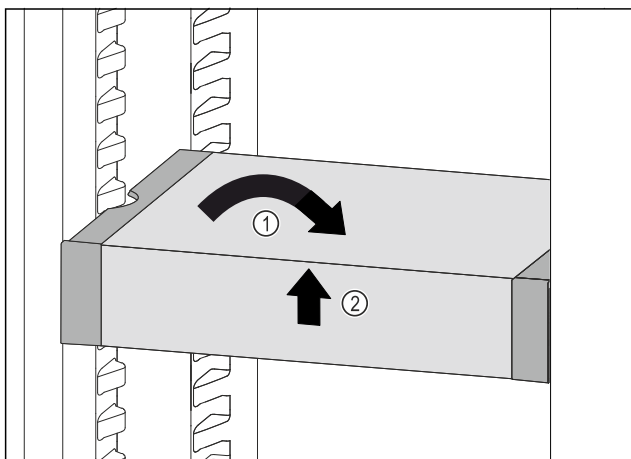

Fig. 129
- Novietojiet taisni VarioSafe. Fig. 129 (1)
- Paceliet priekšā VarioSafe. Fig. 129 (2)